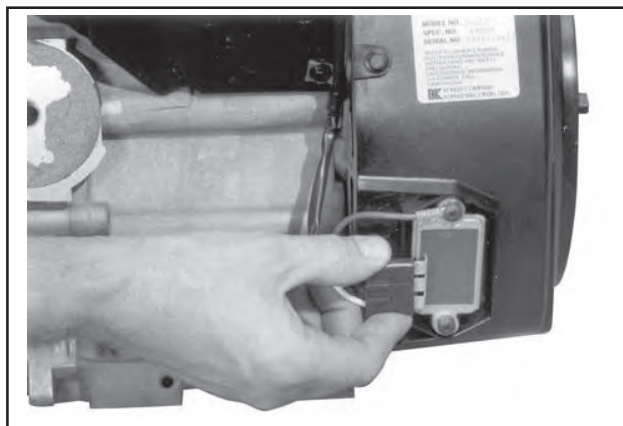

Abbildung 9-31. Abnahme des Anschlusses vom Gleichrichter-Regler.
1. Den Anschluss vom Gleichrichter-Regler auf dem Lüftergehäuse abnehmen. Siehe Abbildung 9-31.